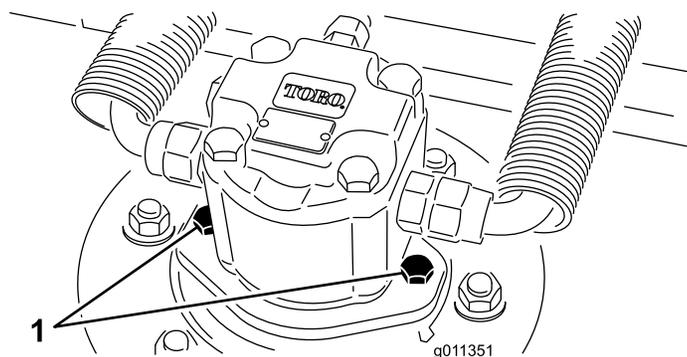

Figura 10
2. Scollegate e staccate il motore idraulico dal piatto di taglio (Figura 10). Coprite la parte
4. Montate il motore idraulico sul piatto di taglio (Figura 10). Verificate che l'O-ring sia in sede e non sia danneggiato.